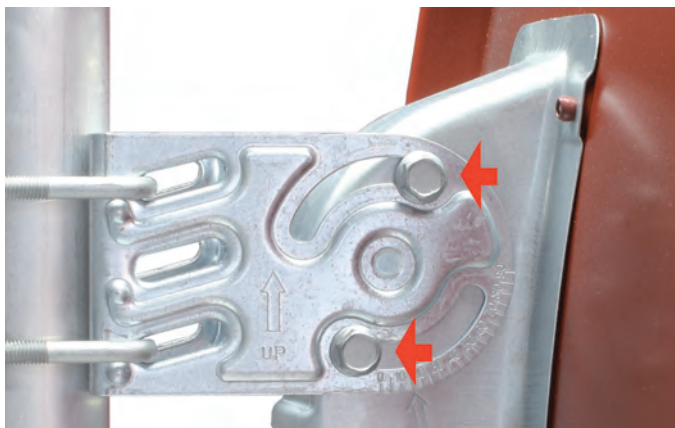

Bild 3: Rückteil des Tragarms befestigen (Abbildung zeigt AST 850)
1. Schieben Sie das Rückteil des Tragarms in die zuvor montierte Tragarmführung, so dass die Bohrungen im Rückteil genau auf Höhe der kreisförmigen Langlöcher in der Tragarmführung liegen (siehe Bild 3, oben).